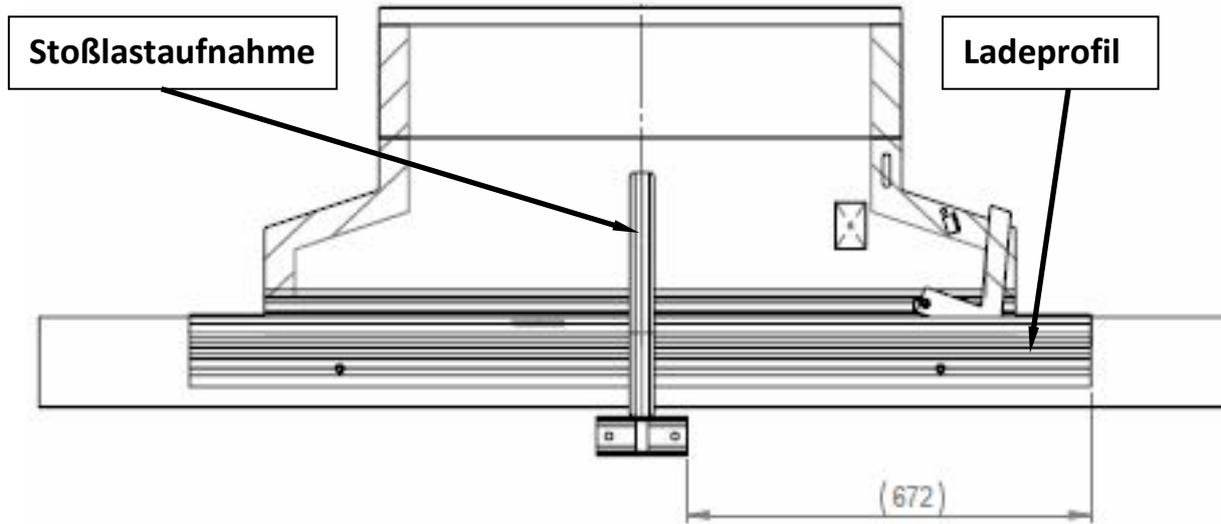

Abbildung 7: Position Stoßlastaufnahme
- **WARNUNG VERLETZUNGSGEFAHR!** Für den sicheren Gebrauch muss das Verladeblech immer komplett durch das Ladeprofil geführt sein. (Abbildung 7)
4. Der Halter von der Stoßlastaufnahme muss mittig und 50 mm unter dem Ladenprofil montiert werden. (Abbildung 7 und Abbildung 8)